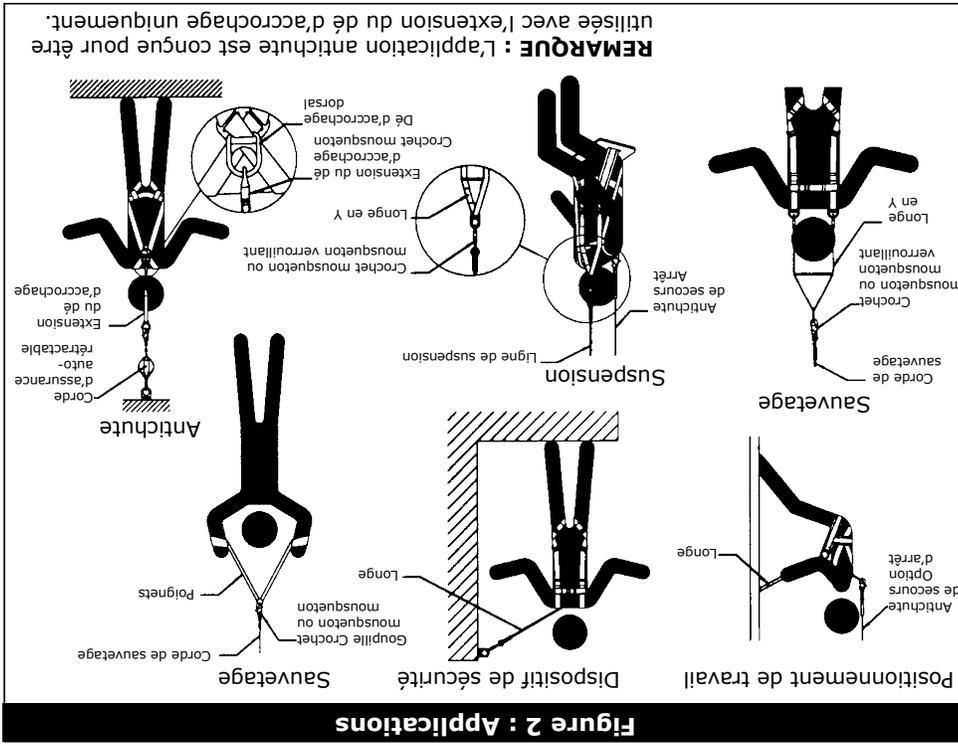

Figure 2 : Applications
A. RETENUE : La longe est utilisée pour permettre au travailleur d'éviter tout danger de chute, voir la Figure 2. suivantes : travail d'inspection, construction, démolition, maintenance, production pétrolière, sauvetages en espaces clos.